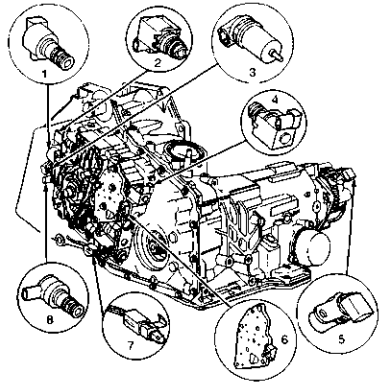

图 2-104 变速驱动桥电子部件位置
将数字万用表接在部件或与变速驱动桥相连的变速驱动桥 20 针接头的指定端子之间。在规定温度下测量单个部件的电阻，参见表 2-30。如果电阻不符合规范，更换相应的部件（图 2-104~图 2-107 和表 2-31、表 2-32）。
2) 断开 1-2 档换挡电磁阀上的变速驱动桥线束接头（图 2-104）。测量 1-2 档换挡电磁阀端子之间的电阻。如果在 88°C（190°F）电阻不是 24~31Ω，更换 1-2 档换挡电磁阀。如果在 88°C（190°F）电阻是 24~31Ω，进行步骤 16）。
① 此表仅适用于 1998 年 Riviera 车型。对于所有车型, 端子标号和部件都是相同的。导线颜色可能有所变化, 参见 7 款。
4) 断开 2-3 档换挡电磁阀上的变速驱动桥线束接头 (图 2-104)。测量 2-3 档换挡电磁阀端子之间的电阻。如果在 88℃ (190°F) 电阻不是 24~31Ω, 更换 2-3 档换挡电磁阀。如果在 88℃ (190°F) 电阻是 24~31Ω, 进行步骤 16)。
6) 断开液力变矩器离合器脉宽调制电磁阀上的变速驱动桥线束接头 (图 2-104)。测量电磁阀端子之间的电阻。如果在 88℃ (190°F) 电阻不是 13~15Ω, 更换液力变矩器离合器脉宽调制电磁阀。如果在 88℃ (190°F) 电阻是 13~15Ω, 进行步骤 16)。
8) 断开压力控制电磁阀上的变速驱动桥线束接头 (图 2-104)。测量电磁阀端子之间的电阻。如果在 88℃ (190°F) 电阻不是 5~6Ω, 更换压力控制电磁阀。如果在 88℃ (190°F) 电阻是 5~6Ω, 进行步骤 16)。
10) 断开输入转速传感器上的变速驱动桥线束接头 (图 2-104)。测量传感器端子之间的电阻。如果在 88℃ (190°F) 电阻不是 1132~1428Ω, 更换输入转速传感器。如果在 88℃ (190°F) 电阻是 1132~1428Ω, 进行步骤 16)。
12) 断开变速驱动桥油温度传感器上的变速驱动桥线束接头 (图 2-104)。测量传感器端子之间的电阻。如果在 88℃ (190°F) 电阻不是 225~285Ω, 更换变速驱动桥油温度传感器。如果在 88℃ (190°F) 电阻是 225~285Ω, 进行步骤 16)。
2) 断开位置开关上的线束接头 (图 2-104)。测量位置开关的端子 B 和 E 之间的电阻 (图 2-107)。如果电阻大于 50kΩ, 进行步骤 19)。如果电阻小于 50kΩ, 更换位置开关。
4) 断开位置开关上的线束接头 (图 2-104)。测量位置开关端子 B 和 D 之间的电阻 (图 2-107)。如果电阻小于 50Ω, 进行步骤 19)。如果电阻大于 50Ω, 更换位置开关。
6) 断开位置开关上的线束接头 (图 2-104)。测量位置开关端子 B 和 C 之间的电阻 (见图 2-107)。如果电阻大于 50kΩ, 进行步骤 19)。如果电阻小于 50kΩ, 更换位置开关。
8) 断开位置开关上的线束接头 (图 2-104)。测量位置开关端子 C 和 D 之间的电阻 (见图 2-107)。如果电阻大于 50kΩ, 进行步骤 19)。如果电阻小于 50kΩ, 更换位置开关。
10) 断开位置开关上的线束接头 (图 2-104)。测量位置开关端子 C 和 E 之间的电阻 (见图 2-107)。如果电阻大于 50kΩ, 进行步骤 19)。如果电阻小于 50kΩ, 更换位置开关。
12) 断开位置开关上的线束接头 (图 2-104)。测量位置开关端子 C 和 E 之间的电阻 (见图 2-107)。如果电阻大于 50kΩ, 进行步骤 19)。如果电阻小于 50kΩ, 更换位置开关。